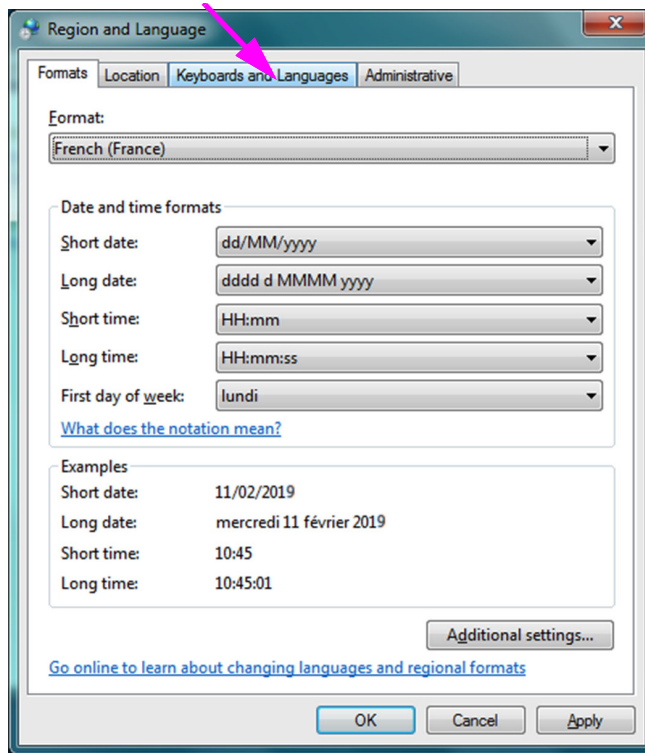

Figura C-7. Ventana desplegable Region and Language (Configuración regional y de idioma)
1. En la pantalla Region and Languages (Configuración regional y de idiomas), haga clic en la ficha **Keyboards and Languages (Teclados e idiomas)** (consulte la Figura C-7).